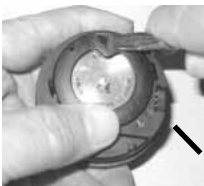

Abb. 68 - FESTZIEHEN des HALTERINGS
- Drehen Sie den Haltering mit den Fingern 5 Grad gegen den Uhrzeigersinn, bis die Laschen einrasten (Abb. 67) und ziehen Sie ihn dann mit dem Batteriedeckelwerkzeug um weiter 5 Grad gegen den Uhrzeigersinn fest (Abb. 68).